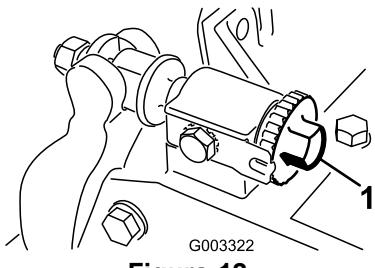

Figura 12
1. Collocate l'apparato di taglio su una superficie piana e orizzontale. Girate in senso antiorario le viti di regolazione della barra di appoggio per accertarvi che la barra di appoggio non tocchi il cilindro (Figura 12).
**Importante:** Accertatevi che i dadi sull'estremità posteriore delle viti di regolazione della barra di appoggio non poggiino sul piano di lavoro (Figura 12).